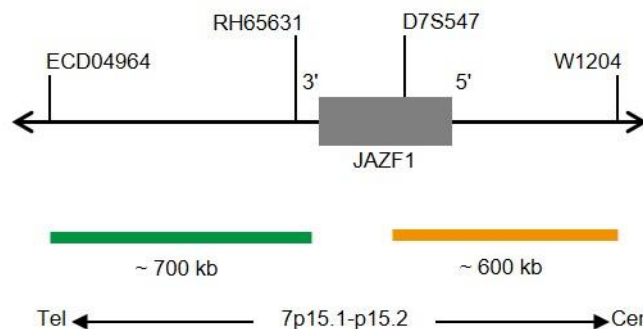

Fig. 1: SPEC JAZF1 Mapa da sonda (sem escala)
- Polinucleótidos (~10 ng/μl) com marcação ZyGreen (excitação 503 nm/emissão 528 nm), dirigidos ao mapeamento de sequências alvo em 7p15.2* (chr7:27,146,601-27,846,497) distais ao ponto de quebra do gene JAZF1 (ver Fig. 1).
- Polinucleótidos (~4.5 ng/μl) com marcação ZyOrange (excitação 547 nm/emissão 572 nm), dirigidos ao mapeamento de sequências alvo em 7p15.1* (chr7:28,059,911-28,661,819) proximais ao ponto de quebra do gene JAZF1 (ver Fig. 1).